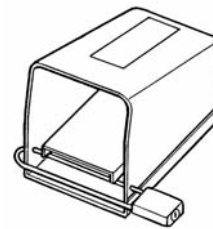

Figure 1 – Pédale de commande verrouillée
- **Verrouillez la pédale de commande lorsque vous ne vous servez pas de l'appareil (voir Figure 1).** Cela éliminera les risques de démarrage accidentel.